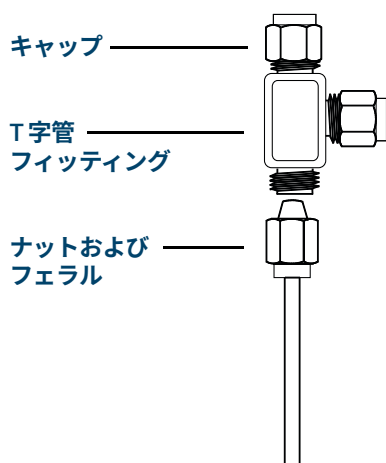

図 21. Swagelok T 字管
- 1 配管の T 字管を取り付ける場所を切断します。配管と T 字管を Swagelok フィッティングで接続します。図 21 を参照してください。